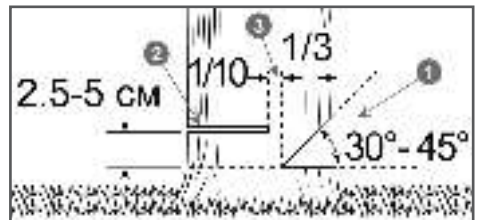

Рис. 16 Расположение запила, пропила и недопила
6. Начните пилить с той стороны дерева, куда оно должно упасть (Рис. 16). Сделайте запил 1 с той стороны, куда должно упасть дерево, глубиной примерно $\frac{1}{3}$ диаметра ствола и под углом от 30 до 45 градусов (Рис. 16). Линия стыка двух пропилов, образующих запил, называемая направляющей линией, должна располагаться как можно более горизонтально и под углом 90 градусов к направлению валки.
7. Сделайте основной валочный пропил 2 с противоположной стороны, выше основания запила на 2,5-5 см. Между основным пропилом и запилом должен оставаться недопил 3 примерно 1/10 диаметра ствола. Вставьте своевременно клин в пропил. Недопил 3 действует как шарнир и позволяет контролировать падение дерева (Рис. 16).
Ни в коем случае не допиливать до конца недопил 3 (Рис. 16), так как вы не сможете контролировать направление падения дерева.